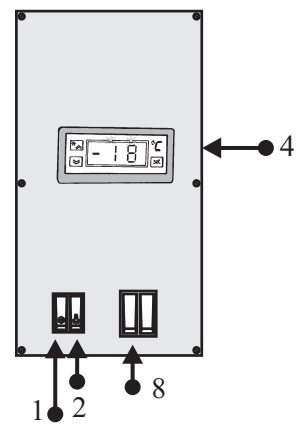

Fig.8
1. Togliere l'alimentazione. 2. Svitare le viti di fissaggio del portalampada superiore. 3. Staccare il portalampada superiore dal tubo fluorescente con il trasparente di protezione. 4. Sfilare il tubo dal portalampada inferiore. 5. Togliere il tubo trasparente di protezione. 6. Sostituire il tubo fluorescente. 7. Ripristinare tutto procedendo in senso inverso (Vedi Fig.8).